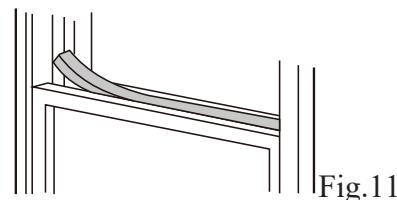

Fig.11
5. Snijd het schuim afdichting om een juiste lengte en sluit de open ruimte tussen de bovenste venster schuifraam en buitenste raam sjerpe. Getoond als in Fig.11.